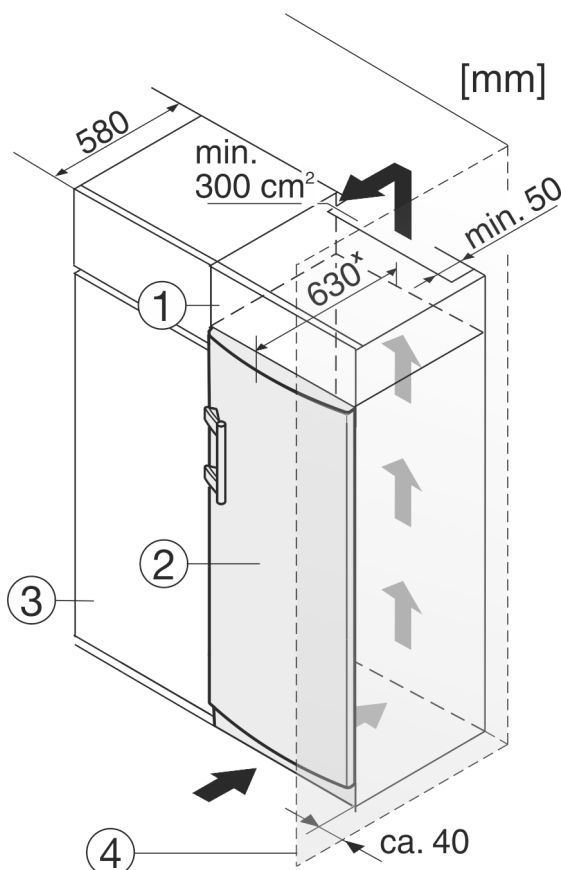

Fig. 10
(1) Mobile da appoggio
(2) Apparecchio
(3) Mobile da cucina
(4) Parete
L'apparecchio può essere incassato in mobili da cucina. Per adattare l'apparecchio Fig. 10 (2) all'altezza della cucina componibile, è possibile applicare sopra l'apparecchio un mobile da appoggio Fig. 10 (1).
Per il montaggio tra due mobili da cucina (profondità max 580 mm) è possibile posizionare l'apparecchiatura direttamente accanto al mobile da cucina Fig. 10 (3). L'apparecchiatura sporge rispetto al frontale del mobile da cucina di 34 mm x ai lati e di 50 mm x al centro dell'apparecchiatura.
Se si installa l'apparecchiatura con le cerniere accanto a una parete Fig. 10 (4), la distanza tra l'apparecchiatura e la parete deve essere di almeno 40 mm, che corrisponde alla sporgenza della maniglia a porta aperta.